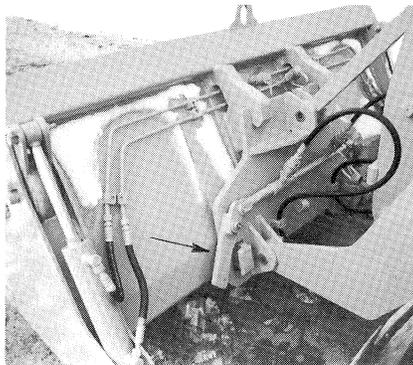

FIG. 24
- 2- A l'aide du support de changement, soulever le godet ou l'équipement et en même temps, faire pivoter le support vers l'arrière jusqu'à leur assemblage parfait. Par la manette fig. 15/6, verrouiller le godet ou l'équipement sur le support, fig. 24/flèche.